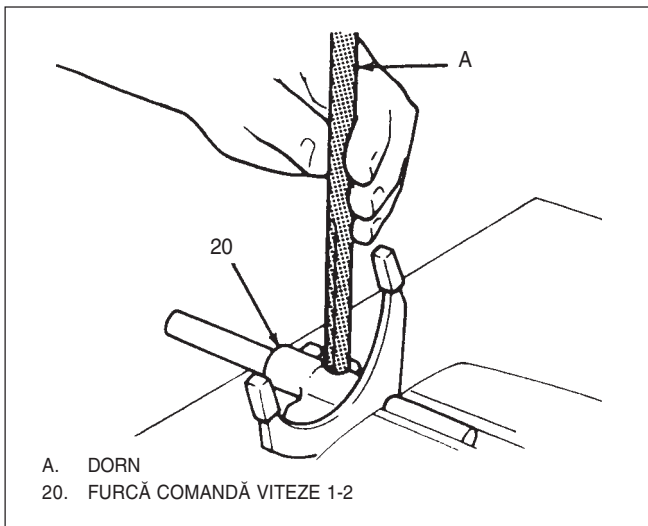
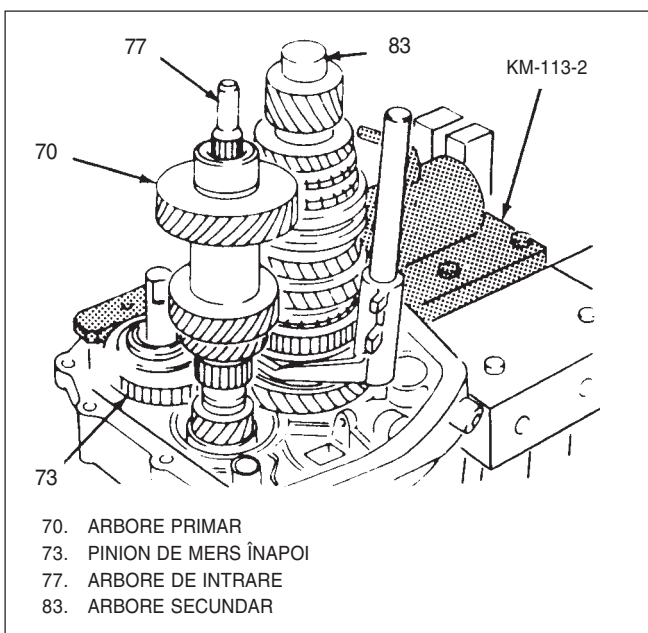
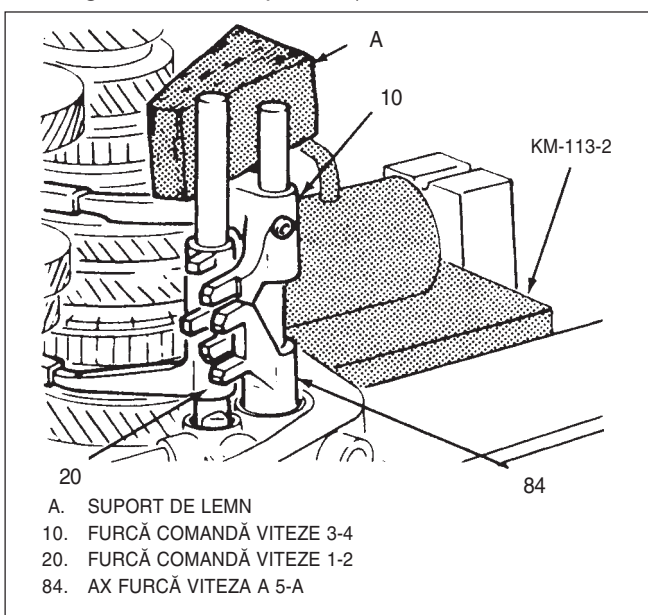

Fig. 79 Furcă comandă viteze 1-2
Fig. 80 Arborele primar și arborele secundar
Fig. 81 Știft ax furcă
- 1) Se prinde cu șuruburi placa portlagăre(36) pe suportul de fixare și se montează pe placa KM-113-2, Fig 80.
- 2) Ax pinion mers înapoi(72) și bila de zăvorîre(71) în placa portlagăre(36).
- Bila de zăvorîre(71) în gaura plăcii portlagăre(36), Fig 79.
- 3) Știfturi(9) în furca c-dă viteze 1-2(20) și în axul furcii.
- 4) Următoarele componente pe placa portlagăre(36) în același timp:
- Arbore secundar(83) cu axul furcii și furca de c-dă a vitezelor 1-2.
- Se asigură arborele secundar(83) și arborele primar(70) pe placa portlagăre(36) cu siguranțe inelare.
- 5) Se introduc ax furcă mers înapoi(75), furcă mers înapoi(76) și pinion de mers înapoi(73) pe axul pinionului de mers înapoi(72), Fig 81.
- 6) Ax furcă viteze 3-4(11) și furcă c-dă viteze 3-4(10) și știfturi(9) noi.
- Se sprijină axele cu blocuri de lemn pentru a nu fi deteriorate când se montează știfturile, Fig 81.